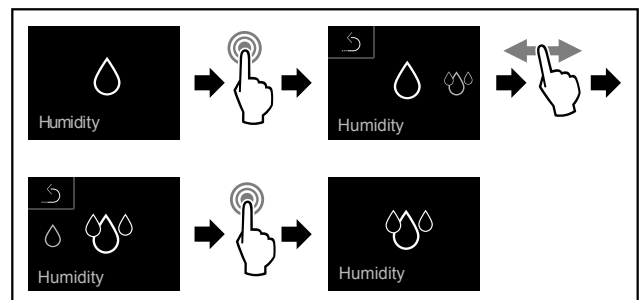

Fig. 69
- Atlikite veiksmus (žr. Fig. 69).